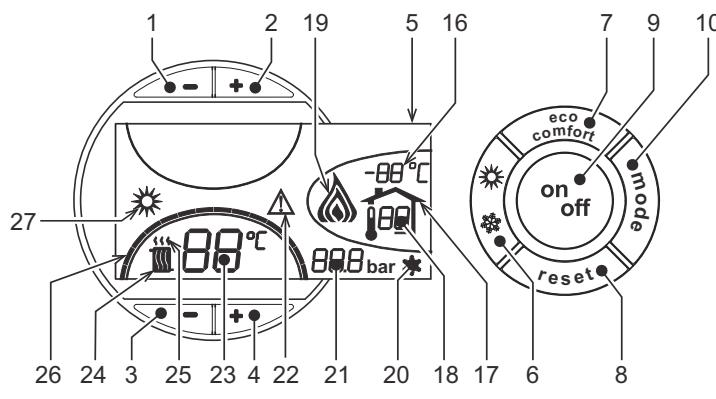
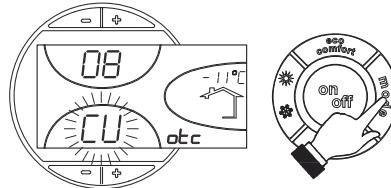
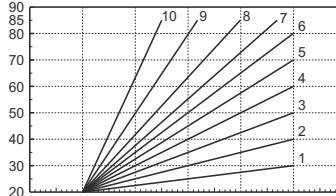

fig. 1 - Pannello di controllo
fig. 9 - Curva di compensazione
fig. 12 - Esempio di spostamento parallelo delle curve di compensazione
Premere il tasto on/off (part. 9 - fig. 1) per 1 secondo.
Per riaccendere la caldaia, premere nuovamente il tasto on/off (part. 9 - fig. 1) per 1 secondo.
- Premere il tasto ON/OFF (9 - fig. 1)
Premere il tasto **estate/inverno** (part. 6 - fig. 1) per 1 secondo.
Il display attiva il simbolo Estate (part. 27 - fig. 1): la caldaia erogherà solo acqua sanitaria. Rimane attivo il sistema antigelo.
Per disattivare la modalità Estate, premere nuovamente il tasto **estate/inverno** (part. 6 - fig. 1) per 1 secondo.
Agire sui **tasti riscaldamento** (part. 3 e 4 - fig. 1) per variare la temperatura da un minimo di 30 °C ad un massimo di 80°C.
Agire sui **tasti sanitario -/+** (part. 1 e 2 - fig. 1) per variare la temperatura da un minimo di 10°C ad un massimo di 65°C.
Quando viene installata la sonda esterna (opzionale) sul display del pannello comandi (part. 5 - fig. 1) è visualizzata l'attuale temperatura esterna rilevata dalla sonda esterna stessa. Il sistema di regolazione caldaia lavora con "Temperatura Scorrevole". In questa modalità, la temperatura dell'impianto di riscaldamento viene regolata a seconda delle condizioni climatiche esterne, in modo da garantire un elevato comfort e risparmio energetico durante tutto il periodo dell'anno. In particolare, all'aumentare della temperatura esterna viene diminuita la temperatura di mandata impianto, a seconda di una determinata "curva di compensazione".
Con regolazione a Temperatura Scorrevole, la temperatura impostata attraverso i tasti riscaldamento -/+ (part. 3 e 4 - fig. 1) diviene la massima temperatura di mandata impianto. Si consiglia di impostare al valore massimo per permettere al sistema di regolare in tutto il campo utile di funzionamento.
Premendo una volta il tasto **mode** (part. 10 - fig. 1) viene visualizzata l'attuale curva di compensazione (fig. 9) ed è possibile modificarla con i **tasti sanitario** (part. 1 e 2 - fig. 1).
Premendo i **tasti riscaldamento** (part. 3 e 4 - fig. 1) si accede allo spostamento parallelo delle curve (fig. 12), modificabile con i **tasti sanitario** (part. 1 e 2 - fig. 1).
Premendo nuovamente il tasto **mode** (part. 10 - fig. 1) si esce dalla modalità regolazione curve parallele.
Se alla caldaia è collegato il Cronocomando Remoto (opzionale), le regolazioni descritte in precedenza vengono gestite secondo quanto riportato nella tabella 1. Inoltre, sul display del pannello comandi (part. 5 - fig. 1), è visualizzata l'attuale temperatura ambiente rilevata dal Cronocomando Remoto stesso.